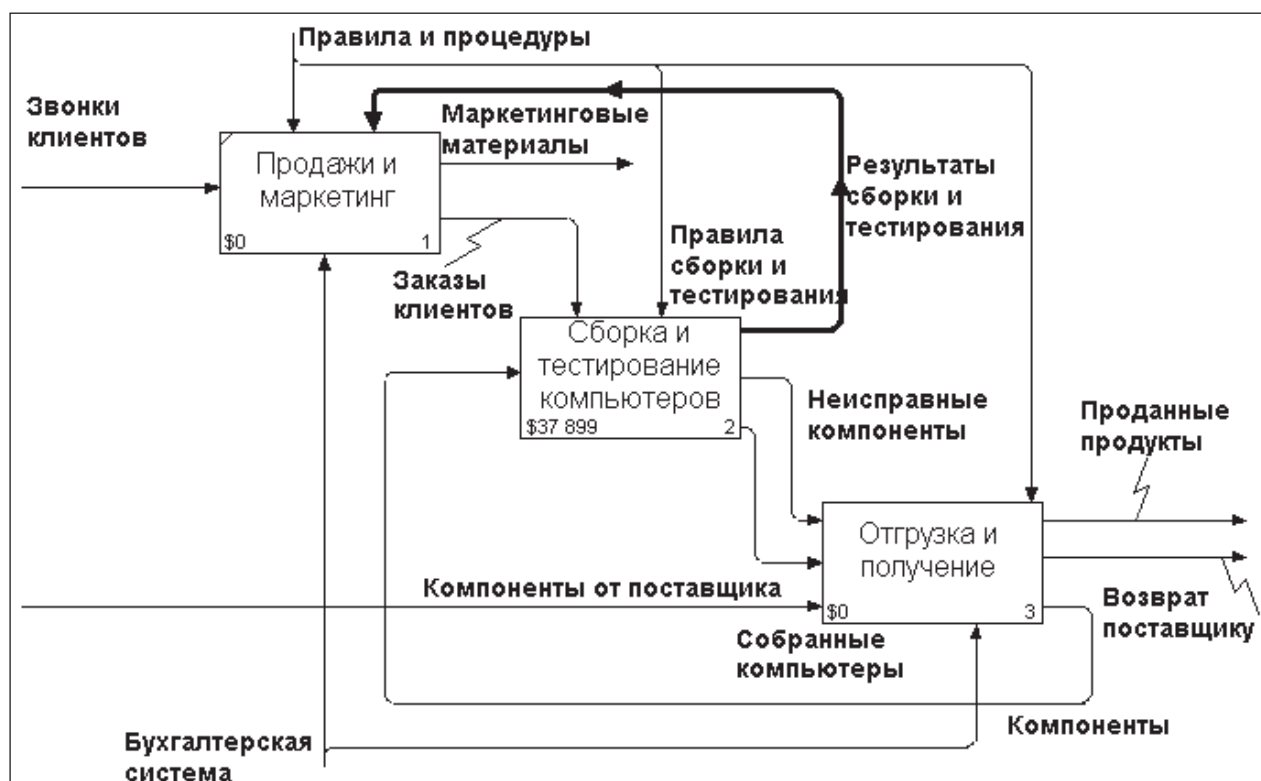

Рис. 12.1. Результат выполнения лабораторной работы № 12
2. На диаграмме АО туннелируйте и свяжите стрелки согласно рис. 12.1.